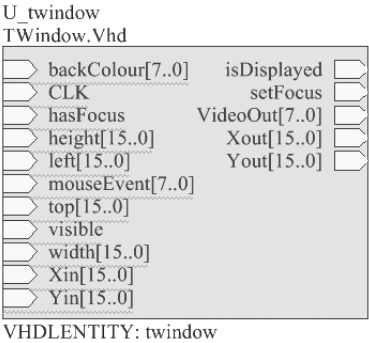

图 14-4 由 VHDL 设计文件生成的方块电路图
- 3) 在对话框中选择“TWindow. Vhd”文件后，单击 按钮。此时，光标上将出现一个方块电路图，在原理图的合适位置单击鼠标左键，放置方块图，如图 14-4 所示。